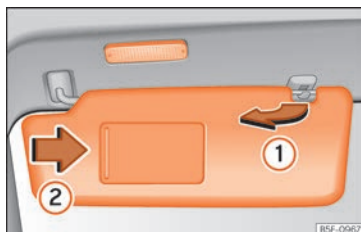

Abb. 154 Sonnenblende.
- Die Sonnenblende kann aus der Halterung herausgezogen und zur Tür »» **Abb. 154** ① geschwenkt werden.